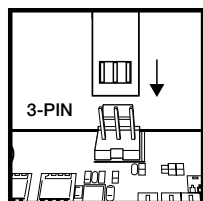

图 1
- > 将泵上带扣的线缆连接至主板上的 CPU_FAN 接头 (图 1)。